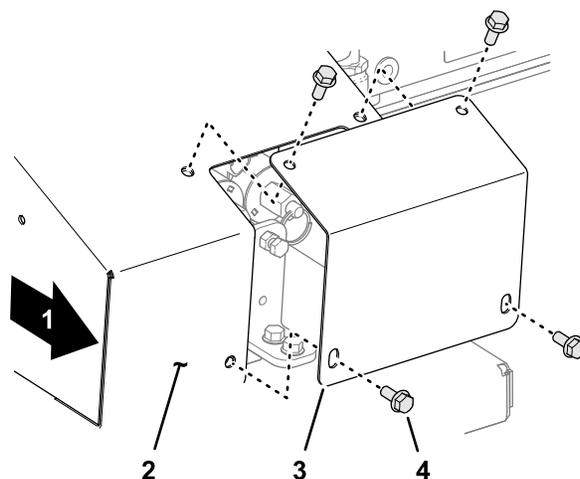

Рисунок 27
1. На правой стороне машины отверните 4 колпачковых винта с фланцем, которые крепят плоскую крышку к крышке отсека для переключения на ручное управление (Рисунок 27).